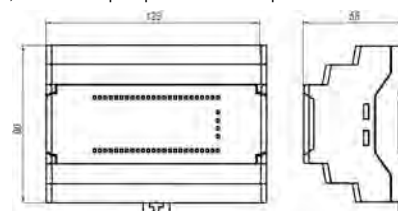

Рисунок 2 – Габаритные размеры прибора
1. Подготовить на DIN-рейке место для установки прибора в соответствии с размерами прибора (см. *рисунок 2*).